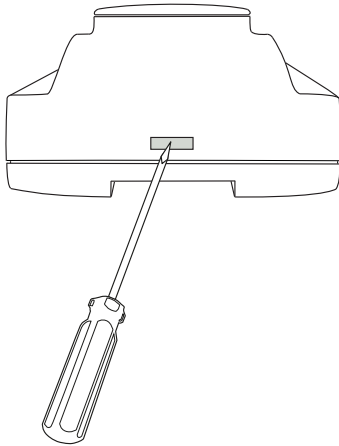

Bild 10-1 Entfernen der Oberseite des Gehäuses
2. Entfernen Sie die Oberseite des Gehäuses, indem Sie auf die beiden Laschen auf jeder Seite des Gehäuses drücken und dann die Oberseite des Gehäuses vorsichtig abheben. Siehe *Bild 10-1*